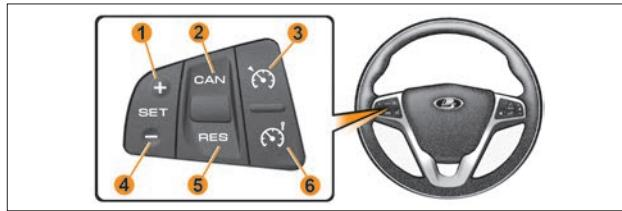

Рис. 1. Блок управления «круиз-контроль» и «ограничитель скорости»
- выключатель – включение/выключение круиз-контроля (рис. 1, поз. 3);
- выключатель «» – включение/выключение ограничителя скорости (рис.1, поз. 6);
- выключатель «SET+ / SET-» – установка и увеличение скорости 1 и 4 (рис. 1);